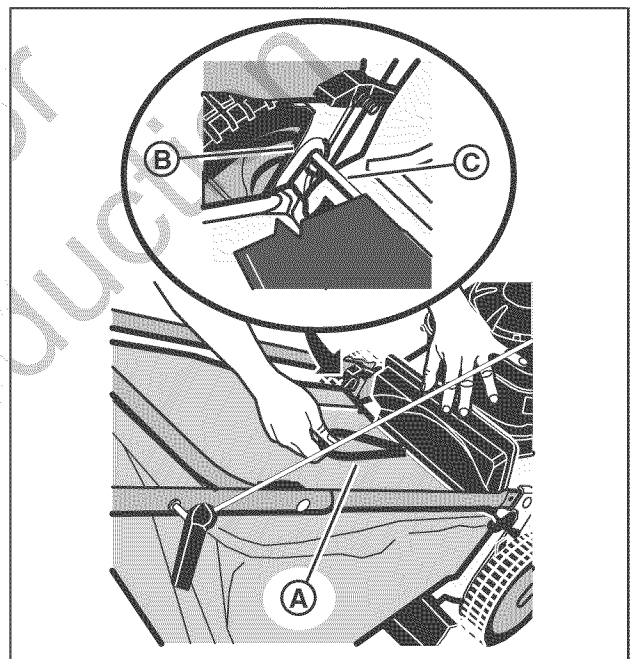

Figura 9: Montaje de la bolsa de césped
2. Sosteniendo la bolsa de césped mediante la manija (A, Figura 9), monte los ganchos (B) de ambos extremos del armazón de la bolsa de césped sobre la barra-pivote (C) de la puerta trasera. Baje la bolsa de césped contra la parte trasera del cortacésped. Baje la puerta trasera.